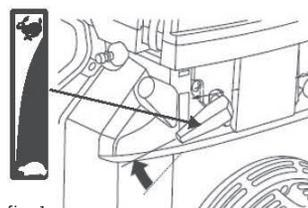

fig. 1
1. Leve a alavanca de aceleração até a posição indicada (fig. 1).